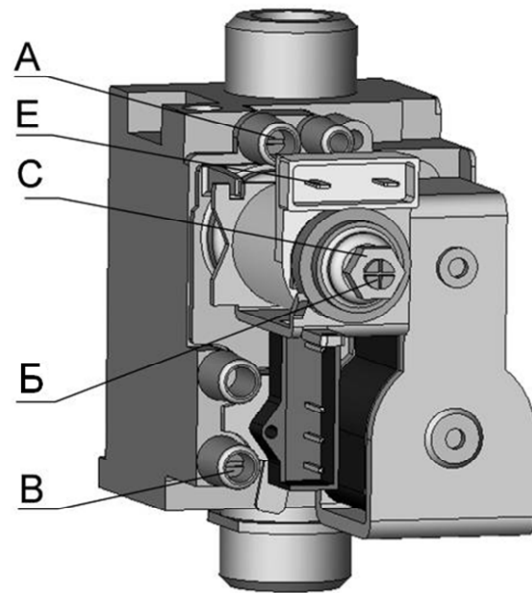

Рис. 6. Регулятор подачи газа
- ✓ снять пластмассовый колпачок с регулировочных винтов С и Б (см. Рис. 6);